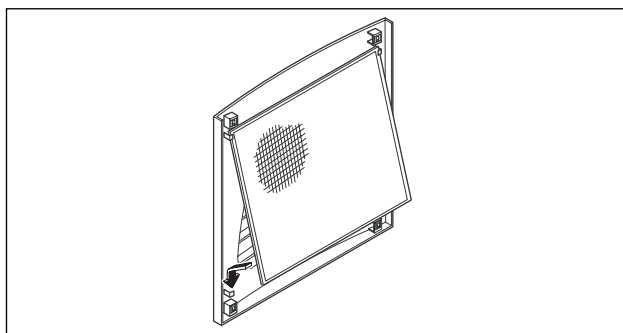

Bild 34: Montera filtermattan
- Lägg filtermattan som visas i bild 34 i lamellgallret och tryck fast den på skåpet.